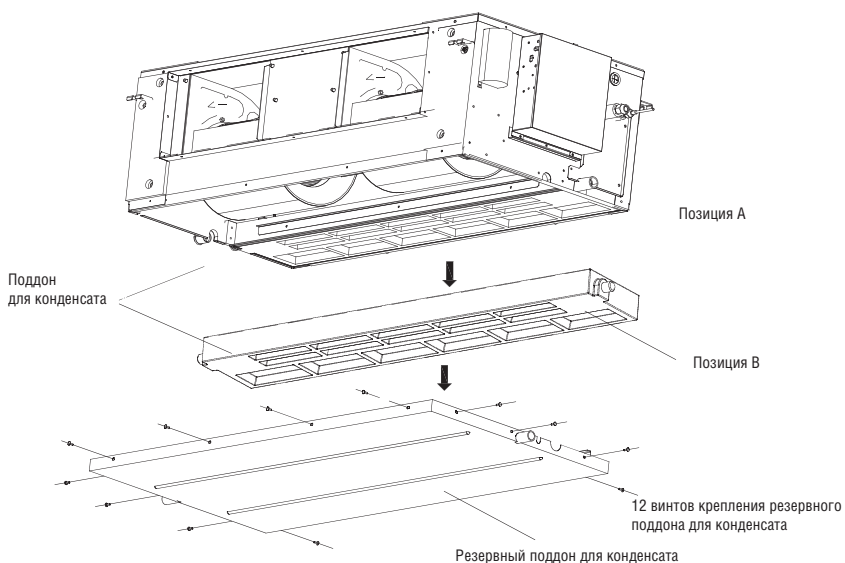

Рис. 11
2. Извлеките 12 винтов из закрепленного резервного поддона для конденсата, а затем снимите поддон, как показано на рис. 11.
3. Снимайте поддон в направлении стрелок, как показано на рис. 11.